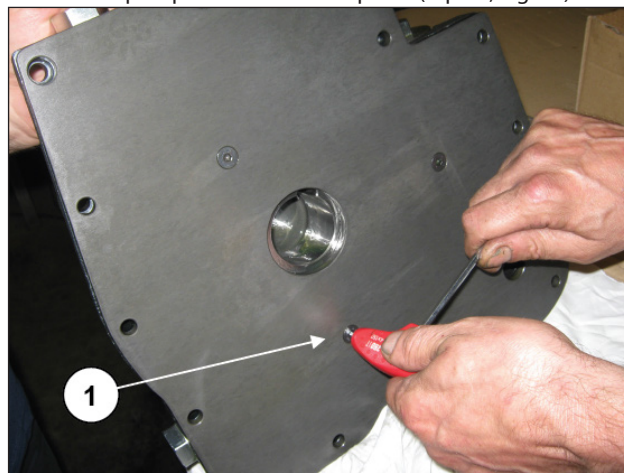
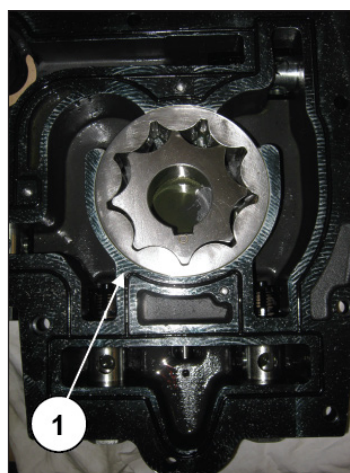

Fig. 51
Fig. 52
Voici la séquence correcte de démontage de la pompe à huile. Retirer la plaque arrière du corps de pompe à huile en enlevant les trois vis M6 (rep. ①, Fig. 51) pour avoir accès aux rotors de la pompe à huile et les déposer (rep. ①, Fig. 52).